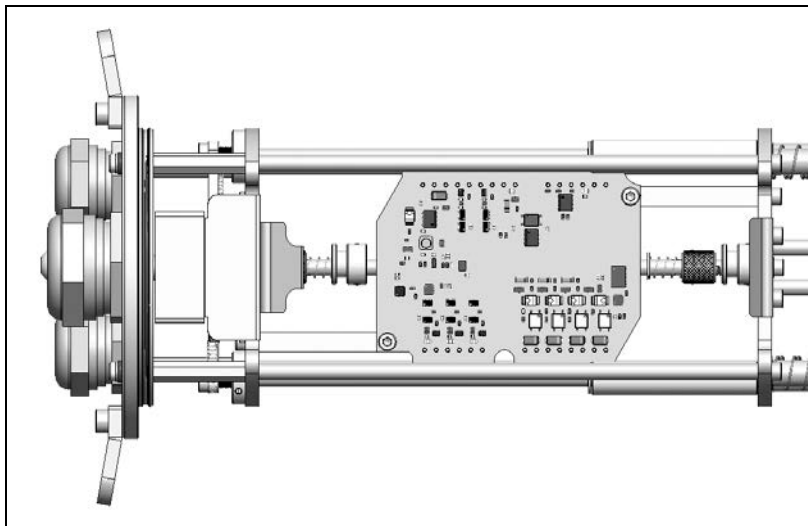

Abbildung 27: Einbau des Industrie-PIF (Ansicht von oben)
5. Fixieren Sie das Industrie-PIF mit den dafür vorgesehenen Schrauben (M3x5), wie in **Abbildung 27** dargestellt.